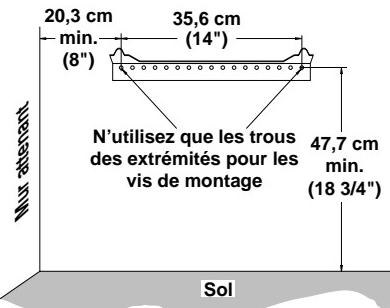

Figure 15 - Espaces à laisser libres autour du support de montage
AVERTISSEMENT : Respecter les écartements indiqués à la figure 15. Dans la mesure du possible, placer l'appareil plus loin du sol et du mur attenant.
2. Marquez l'emplacement des vis sur le mur (voir la figure 15).